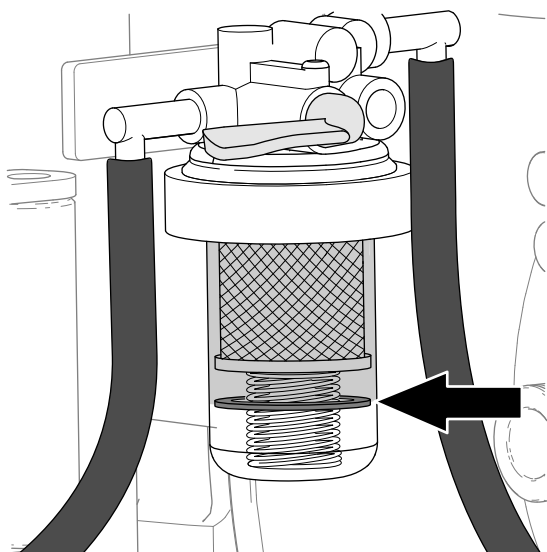

Рисунок 66
1. Индикатор наличия воды, расположенный на стакане топливного фильтра показывает, когда поплавок поднимается из-за наличия воды в стакане топливного фильтра (Рисунок 66).